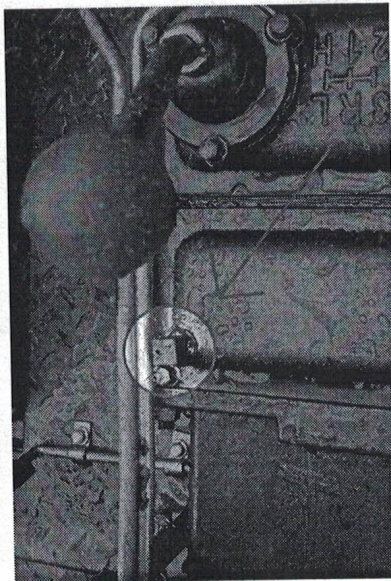

Рис. 4
2. Залить новое масло (ТСП-15, ТАД-17, 80W90) через заливную пробку по уровень на щупе (Рис. 4).